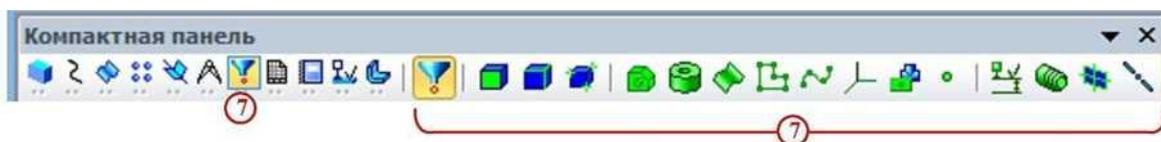

Рисунок 12 Инструментальная панель Фильтры
- кнопка вызова панели **Фильтры 7**, рисунок 12, которая предназначена для облегчения выбора объектов нужного типа (если при наведении курсора на объект затруднительно выбрать необходимый элемент, к примеру, необходимо выбрать какую-то грань, а вместо этого выбирается её ребро).